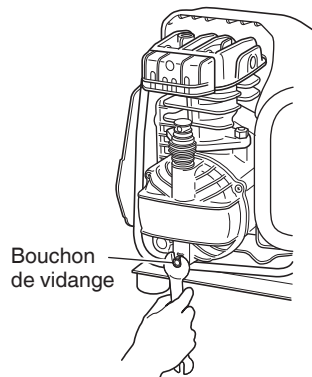

Fig. 10
- (1) Au plus tard après les 50 premières heures d'utilisation, effectuer un changement complet de l'huile de la pompe. Dévissez le bouchon de vidange d'huile sur le couvercle du carter, vidanger toute l'huile, et revisser le capuchon (Reportez-vous à la Fig. 1 et Fig. 10).